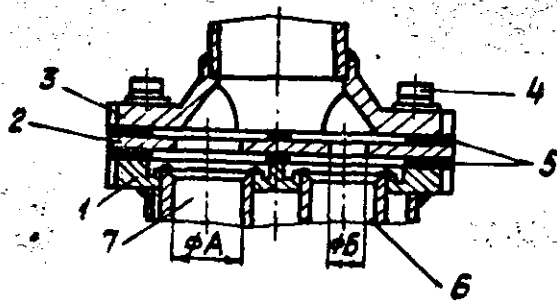

Рис. 20. Регулировочный узел суфлирования лабиринтов корпуса камеры сгорания:
1. Отвернуть четыре винта 4 (рис.20) крепления суфлирующего трубопровода 3 к фланцу корпуса камеры сгорания.